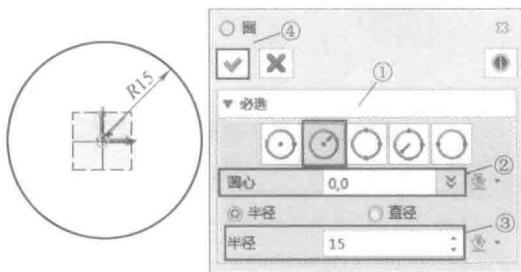

图 1-17 绘制  $R15\text{mm}$  圆
1) 绘制  $R15\text{mm}$  圆。选择“草图→圆”进入圆命令栏，①选择“半径”；②以坐标原点为圆心；③半径为  $15\text{mm}$ ；④确定绘制  $R15\text{mm}$  的圆，如图 1-17 所示。